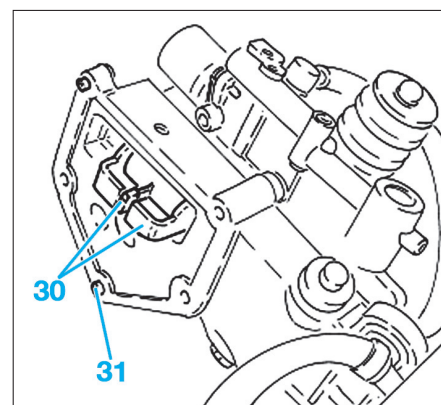

Fig. 59
- Placer au point mort le dispositif de sélection-enclenchement des vitesses du groupe hydraulique comme illustré (30) (Fig.59).